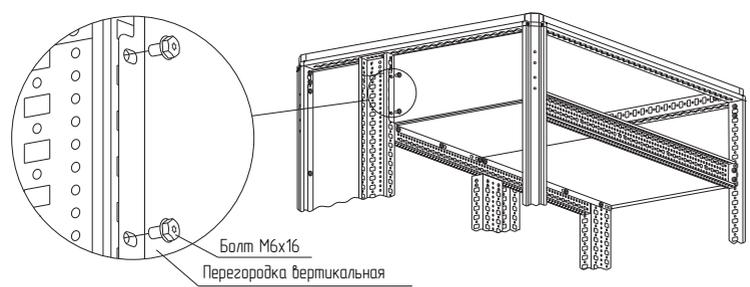

Рисунок 60
4.32.2 Закрепить перегородку вертикальную для горизонтальных шин на стойках каркаса болтами М6×16 (рисунок 60). Момент затяжки – 7 Н·м. Болты приобрести отдельно.